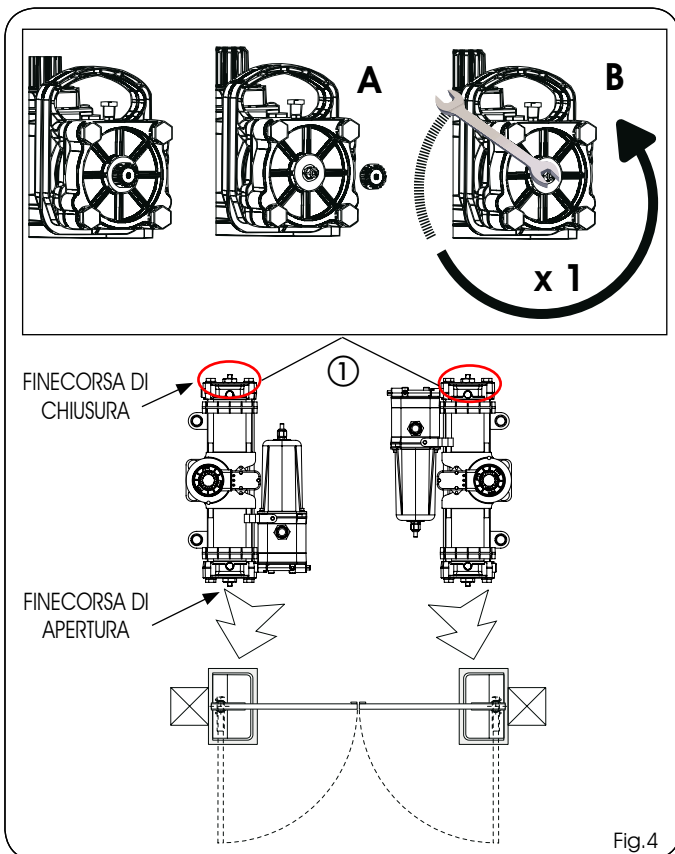

Fig.4
- 3) Svitare sull'operatore il tappo (Fig.4 rif.A) della vite del finecorsa di chiusura (Fig.4 rif. 1), e verificare che la vite sia totalmente avvitata.
- 4) Svitare la vite del finecorsa (Fig.4 rif. B) di chiusura di un giro (IMPORTANTE PER IL CORRETTO ACCOPPIAMENTO PIGNONE-BOCCOLA SCANALATA IN FASE DI MONTAGGIO).